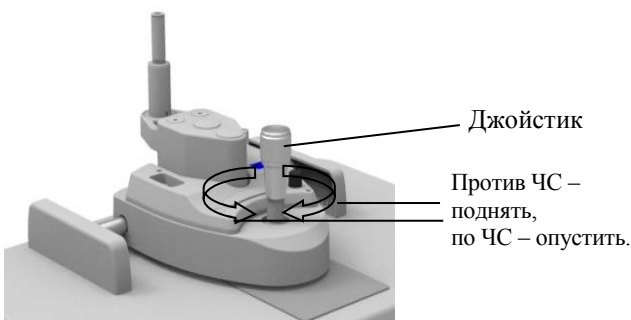

Рис.16.7
2. Регулировка высоты: вращайте джойстик до достижения микроскопом нужной высоты. Вращайте по часовой стрелке для подъема микроскопа, а против часовой стрелки – для опускания (см. рис. 16.7).